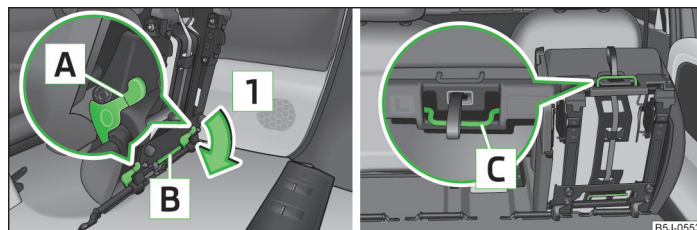

Abb. 42 Vorgeklappten Sitz entriegeln / Tragegriffe an der Sitzfläche
- › Den vorgeklappten Sitz durch Drücken der Sitzverriegelungen **A** » Abb. 42 in Pfeilrichtung **1** entriegeln.
- › Den äußeren Sitz vorklappen » Seite 55, *Sitzlehne vorklappen und Sitz komplett vorklappen* und entriegeln » Abb. 42 auf Seite 55.